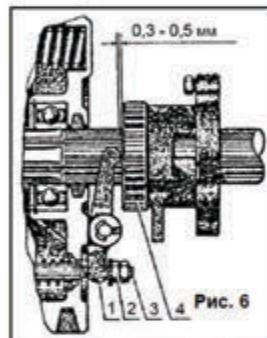

Рис. 6
В нормальном рабочем состоянии между выжимным подшипником (4) (См. Рис. 6) и головкой разжимающей скобы (1)(См. Рис. 6) должен быть зазор 0,3 - 0,5 мм, а головки трех отжимных рычагов должны находиться в одной плоскости.
- Ослабьте контргайку (3) (См. Рис. 6), поверните регулировочную гайку (2) (См. Рис. 6), отрегулируйте ее в соответствии с требованиями, указанными выше, после чего тую затяните гайку.